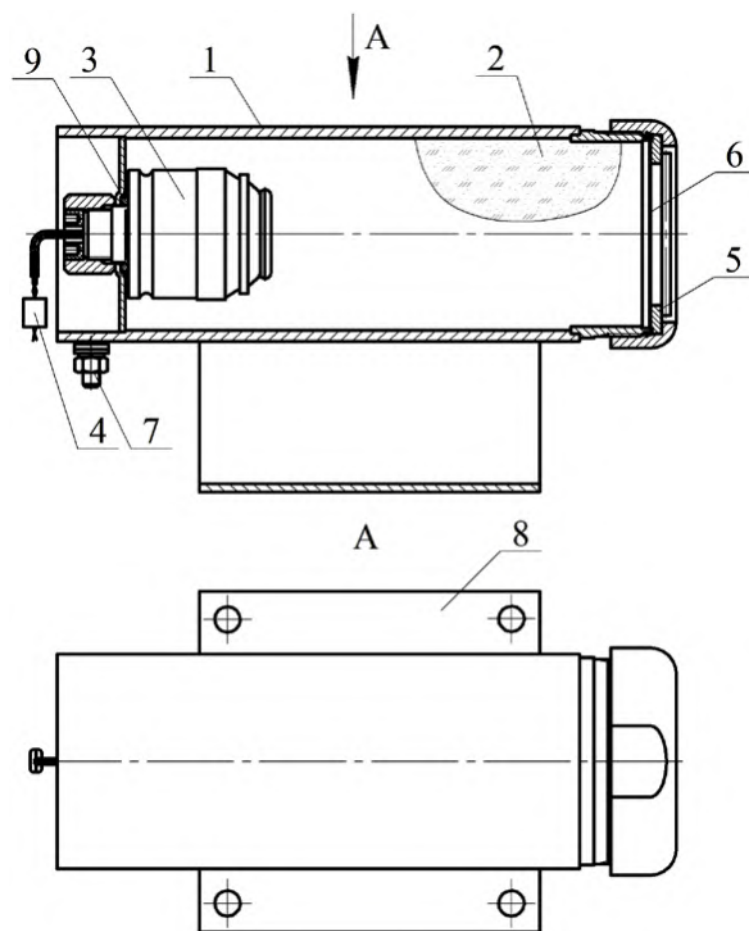

Рисунок 1
4.1.1 МПП (см. рисунок 1) состоит из корпуса **1**, в котором размещаются огнетушащий порошок (ОП) **2** и источник холодного газа (ИХГ) **3** с элементом электропусковым **4**. В передней части корпуса находится насадок-распылитель **5**, выходное отверстие которого перекрыто мембраной **6**. Модуль имеет заземляющий зажим **7**.
7.3 Комплект поставки для перезарядки МПП (см. рисунок 1):